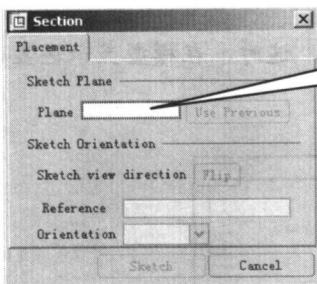

图 1-9
- (5) 在弹出的 **Section** 对话框中，**Plane** 文本框是空白的，如图 1-9 所示，说明还没有选择绘图平面。